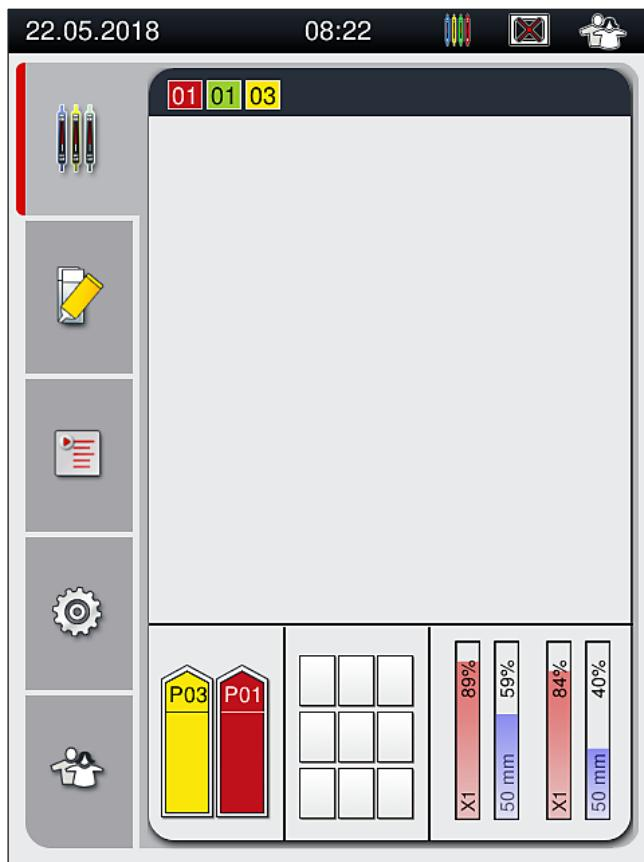

Fig. 73
7. Den oppdagede håndtaksfargen vises i prosesstatusvisningen (→ Fig. 73).